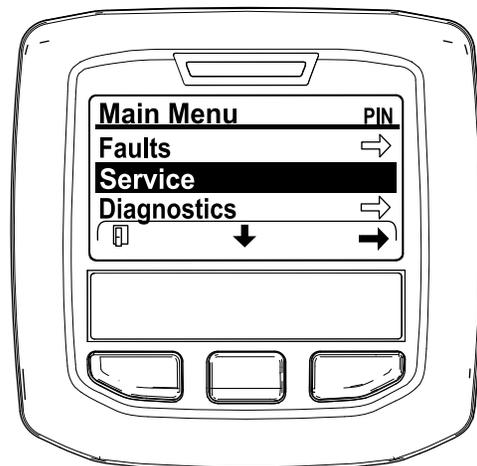

Рисунок 37
2. Перейдите в MAIN MENU (ГЛАВНОЕ МЕНЮ), нажмите среднюю кнопку, чтобы перейти вниз к SERVICE MENU (МЕНЮ ТЕХОБСЛУЖИВАНИЯ), и нажмите правую кнопку, чтобы выбрать опцию SERVICE (ТЕХОБСЛУЖИВАНИЕ) (Рисунок 37).